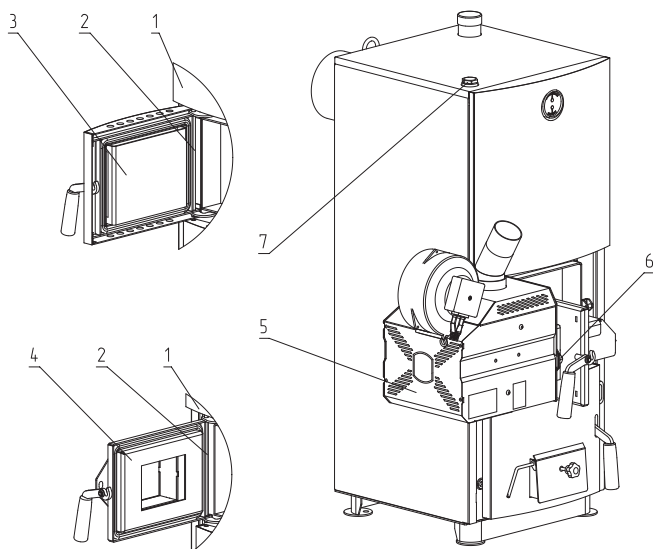

Рис. 12 Порядок установки горелки ZOTA «FOX» на твердотопливные котлы ZOTA Mix 20 и ZOTA Mix 31,5
- Снимите панель (Рис. 12, поз. 1);
- Извлеките ось (Рис. 12, поз. 2);
- Снимите дверцу загрузочную (Рис. 12, поз. 3);
- Установите адаптер горелки (Рис. 12, поз. 4);
- Зафиксируйте его осью (Рис. 12, поз. 2);
- Установите на место панель (Рис. 12, поз. 1);
- Установите горелку (Рис. 12, поз. 5) на котел;
- Зафиксируйте ее гайками (Рис. 12, поз. 6);
- Для установки гильзы под датчики температуры и перегрева снимите пробку или тягорегулятор (если установлен) и установите гильзу (Рис. 12, поз. 7) в освободившееся отверстие.